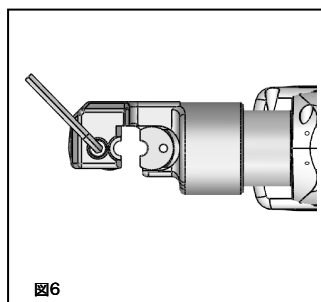

図6
- 4 同様に付属品の六角棒スパナ呼5にてヘッド部の六角穴付ボルトを外しますとヘッドカッタが取り外せます。(図6)